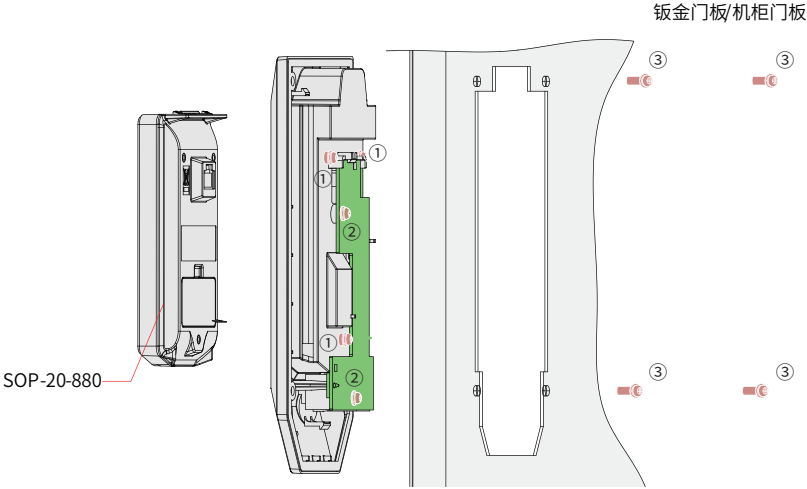

图 3-2 底座安装于门板
SOP-20-880 安装到机柜门上时，用图 3-2 中所示的 4 颗螺钉③，将键盘底座固定到机柜门上，而后参考第 3.1 节“SOP-20-880 安装在 HCU 面罩上”操作步骤将 SOP-20-880 安装到底座上。底座的安装具体请参见《SOP-20-880 键盘底座安装指导》。
由图 3-2 所示，①表示固定 SOP-20-880 螺钉，IP54 防护等级下使用。②表示固定 PCB 螺钉，并提供接地功能。③表示固定底座螺钉，用于将底座固定到机柜门上。